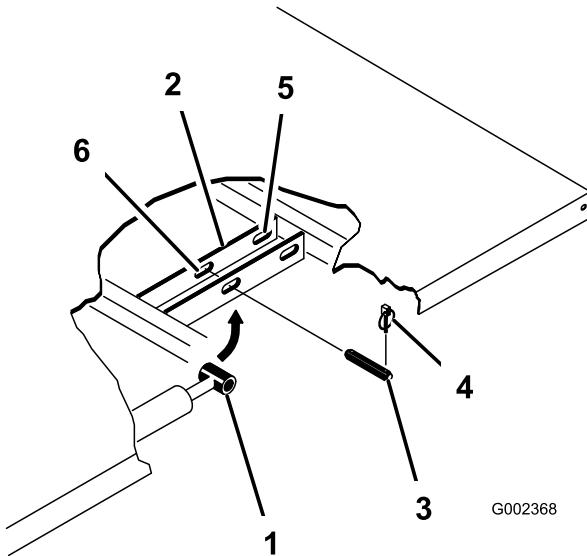

Figura 32
3. Retire os pinos de sujeição das extremidades exteriores dos pinos de forquilha da haste do cilindro (Figura 32).
4. Retire os passadores de forquilha que prendem as extremidades da haste do cilindro nas placas de montagem da plataforma, empurrando os passadores para dentro (Figura 32).
5. Retire os pinos de sujeição e os passadores de forquilha que prendem os apoios articulados nos canais da estrutura (Figura 32).